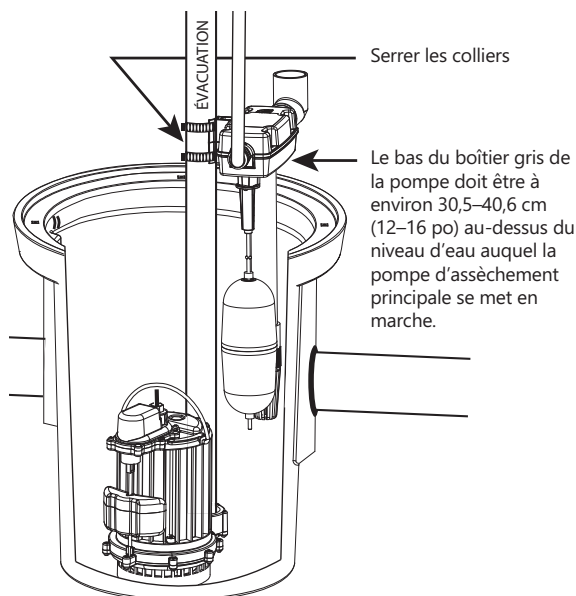

Figure 2. Mise en place de la SumpJet
1. À l'aide des colliers de serrage fournis, monter la pompe SumpJet sur le tuyau d'évacuation existant. Poser la pompe de manière à ce que le niveau d'actionnement du flotteur soit à quelques centimètres au-dessus de celui du flotteur de la pompe d'assèchement principale. (Voir Figure 2.) Serrer les colliers sur le tuyau d'évacuation.